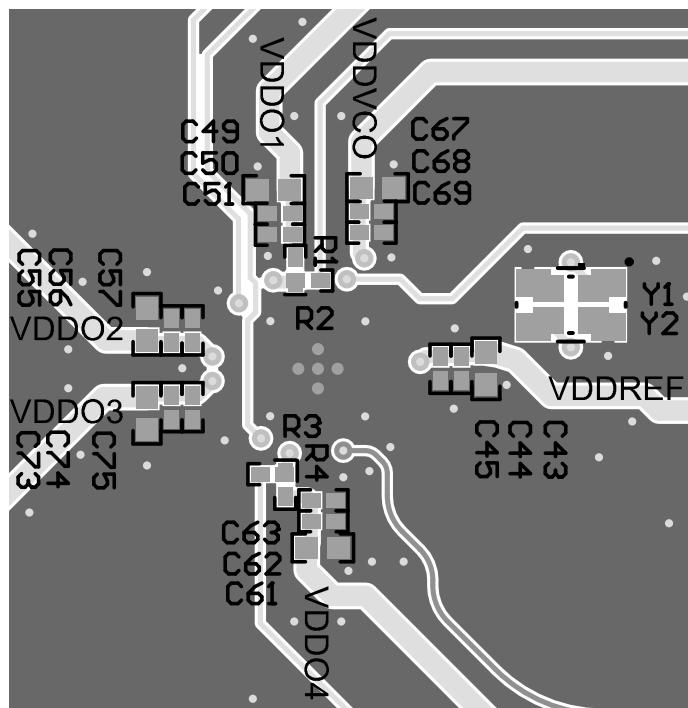

図 8-6. レイアウト例、最下層
- 水晶領域を分離し、水晶パッケージの GND パッドを接続して、隣接領域を埋めます。図 8-6 に、複数の水晶振動子サイズをサポートするフットプリントを示します。
- 電源ピンに非常に近い場所に、容量値の小さいデカップリング コンデンサを配置します。コンデンサは、同じ層の非常に近い場所に配置するか、裏面の層に直接配置するようにします。値がより大きい場合は、より遠くに配置できます。図 8-6 に、デバイスの近くに配置された 3 つのデカップリング コンデンサを示します。さまざまな周波数ドメインと VDD_VCO ドメインを分離するために、フェライトビーズを推奨します。